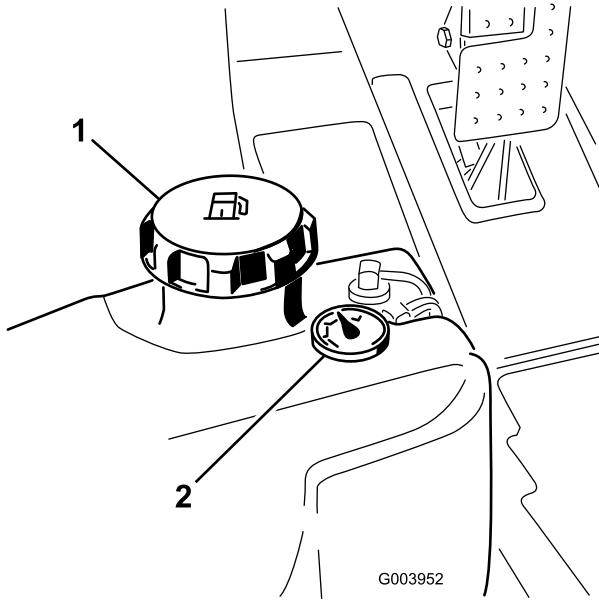

Bild 35
3. Schrauben Sie den Tankdeckel ab (Bild 35).